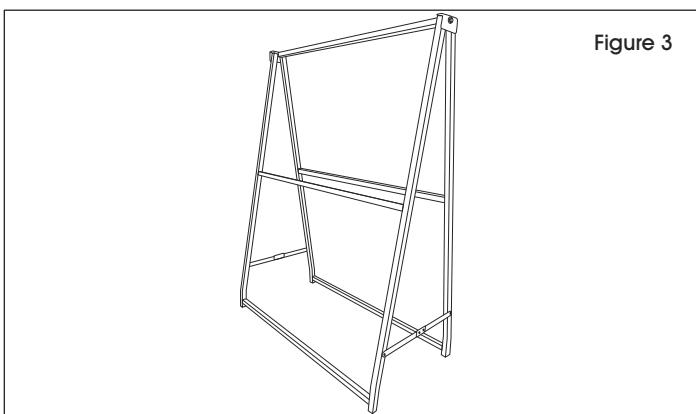

Figure 3
4. Raccordez le second cadre en A à la barre transversale supérieure et aux autres barres transversales de la même façon qu'aux étapes 1 à 3. (Voir Figure 3)